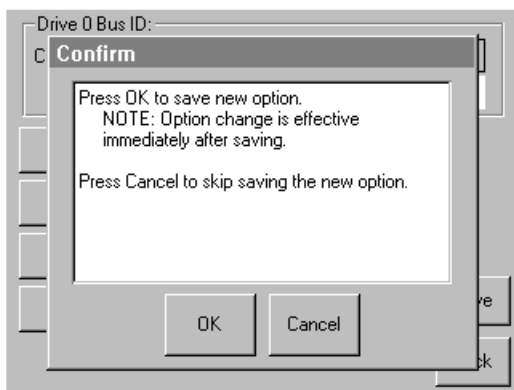

図3-3: SCSI ID確認画面
- c. [Save]オプションに触れて設定を確認します。確認画面が表示されます (図3-3を参照)。